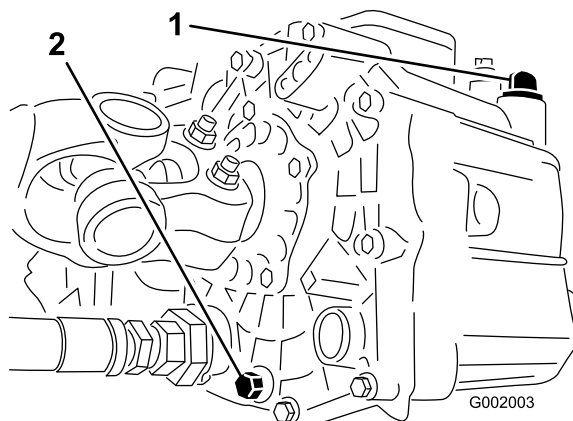

図 64
3. 油圧オイル・タンクの側面にあるドレン・バルブをゆるめ、流れ出すオイルを容器に受ける(図 64)。